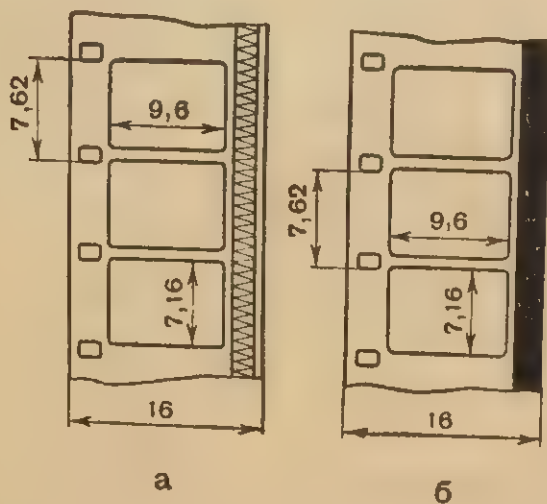

Рис. 5. Узкоплёночный 16-мм кинофильм:
**Узкоплёночные** кинофильмы на 16- и 8-мм киноплёнках широко распространены не только для кинолюбительских целей, но и для съемки хроникальных, научно-популярных, научных, учебных и телевизионных фильмов. В последние годы 8-мм фильмокопии выпускаются для продажи населению. На рис. 5 и 6 показаны размеры 8- и 16-мм кинофильмов.